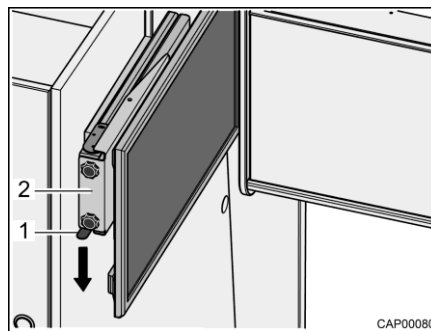

Fig. 81 Dispositivo de extracción con pantalla plana
- Presionar el resorte de cierre (Fig. 81,1) hacia abajo y extraer el dispositivo de extracción (Fig. 81,2) con pantalla plana horizontalmente hacia el centro del vehículo.
- Introducir el dispositivo de extracción (Fig. 81,2) con pantalla plana horizontalmente hasta el tope. El resorte de cierre (Fig. 81,1) engatillará audiblemente.